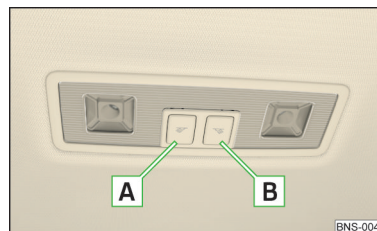

Fig. 75
**Variante 1 - Conexión/desconexión (presionando el interruptor correspondiente) » fig. 75**